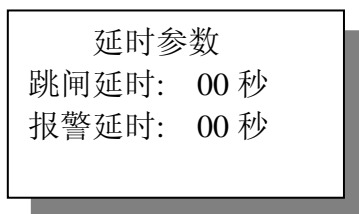

图 5.22
i) “延时参数”：用于设定装置的跳闸延时和报警延时，如图 5.22 所示：